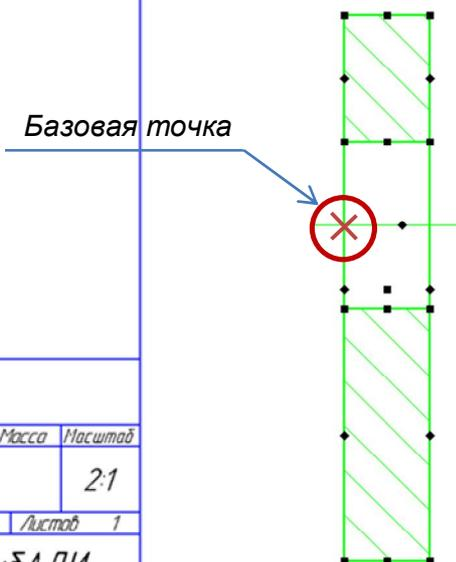

Рис. 4.28. Базовая точка для копирования изображения «Планка»
- Выберите команду «Копировать»  на стандартной панели. Укажите базовую точку, как показано на рис. 4.28.